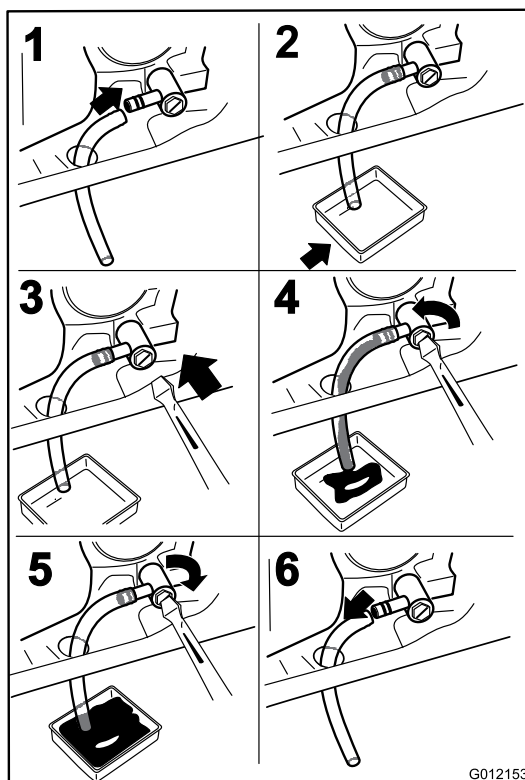

Figura 45
3. Desligue o motor, retire a chave e aguarde até que todas as partes em movimento parem antes de sair da posição de operação (Figura 45).